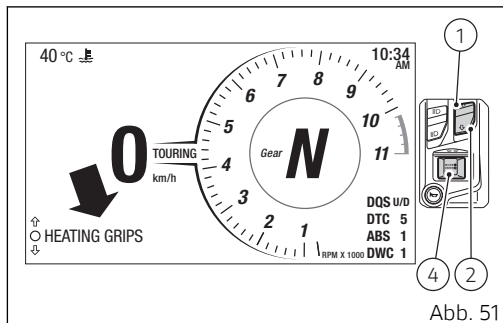

Abb. 51
Über die Tasten (1) und (2) im Menü Funktionen (Abb. 51) die Funktion HEATING GRIPS wählen. Durch Betätigung der Taste (4) werden die derzeitige Einstellung der Stufe der beheizten Lenkergriffe („OFF“, „LOW“, „MEDIUM“, „HIGH“) und der nach unten zeigende, schwarze Pfeil mit der Angabe „EXIT“ (Abb. 52) angezeigt.